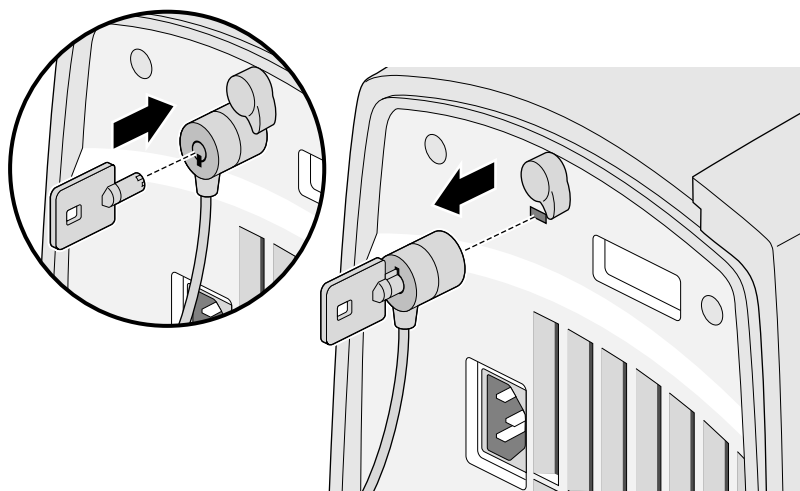

Figure 2-2 Déverrouillage du système
2. Retirez le verrou du châssis, comme indiqué à la Figure 2-2.